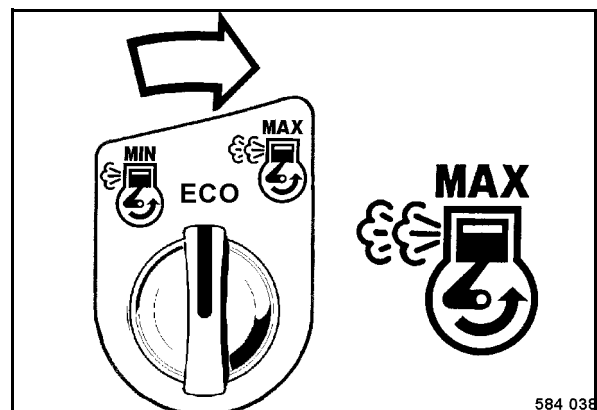

fig. 75
- Positionner l'interrupteur rotatif de réglage du régime (fig. 75) dans la zone de lancement sur „ECO“ ou „MAX“.